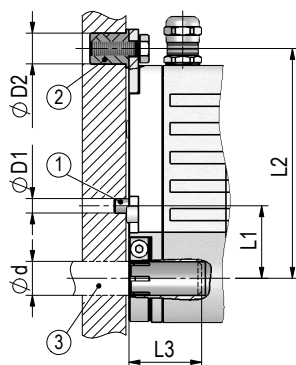
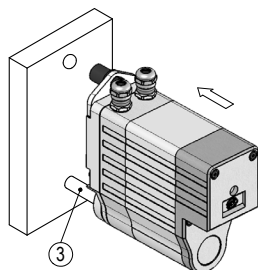
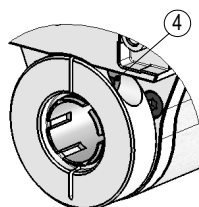
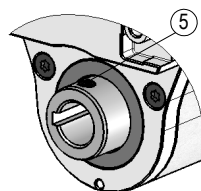

Abb. 1: Einbaumaße
Abb. 2: Montage
Abb. 3: Anzugsmoment Schrauben
Abb. 4: Welle mit Passfedernut
- ▶ Sorgen Sie für einen geringen Wellen- und Winkelversatz zwischen Welle und Aufnahmebohrung durch geeignete Fertigungsmaßnahmen (siehe **Abb. 1 + Tab. 1**).
Vorbereitung Montage (Abb. 1, Abb. 2, Abb. 3):
Montage (Abb. 1, Abb. 2, Abb. 3, Abb. 4):